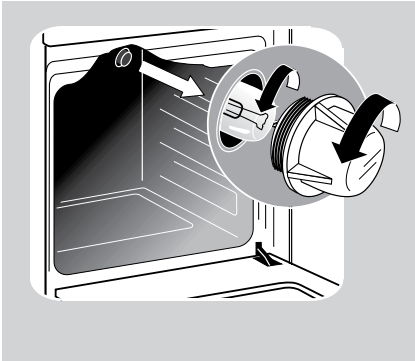

Рис. 18
- Отверните стеклянный плафон (рис.18).